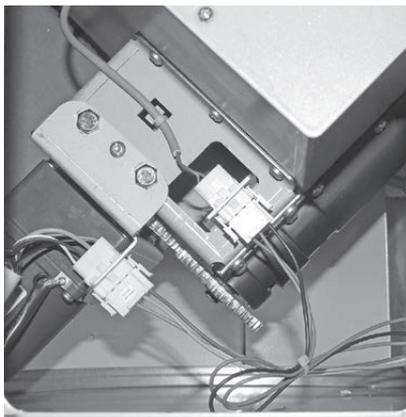

Fig. 54 Inserire i connettori del motore della coclea e dell'interruttore di prossimità
- Inserire i connettori del motore della coclea e dell'interruttore di prossimità – Fig. 54.